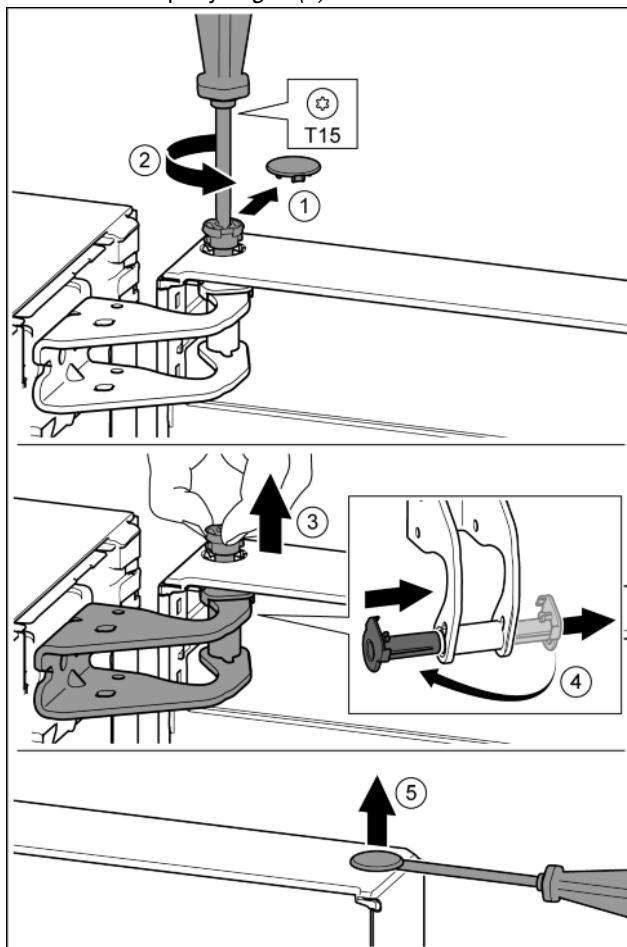

Fig. 9
- Осторожно снять предохранительную крышку. Fig. 9 (1)
- Немного выкрутить палец отверткой T15. Fig. 9 (2)
- Удерживать дверь и вытянуть палец рукой. Fig. 9 (3)
- Опорную втулку вывести из направляющей. Установить и зафиксировать с другой стороны. Fig. 9 (4)
- Осторожно приподнять шлицевой отверткой заглушку из опорной втулки двери и вынуть. Fig. 9 (5)